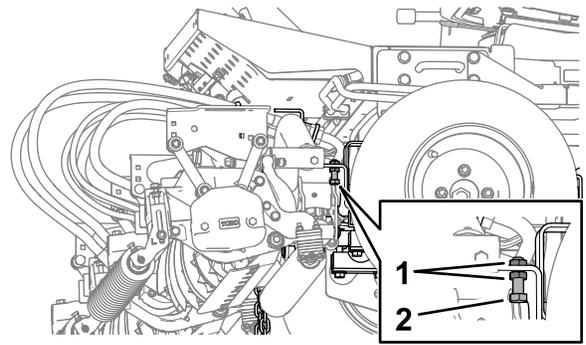

Figure 28
- De chaque côté de la machine, desserrez les écrous de blocage et dévissez les boulons d'arrêt des bras de levage (**Figure 28**).